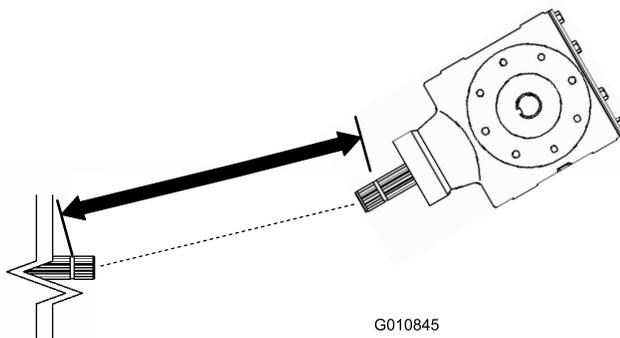
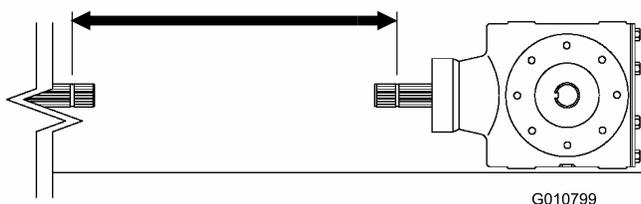
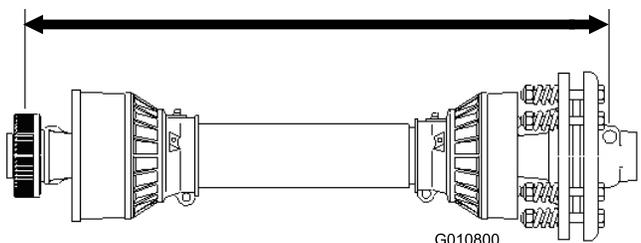

Figura 13
Figura 15
Figura 16
3. Misurate la distanza tra la scanalatura di bloccaggio sull'estremità dell'albero della presa di forza dell'unità motrice e la scanalatura di bloccaggio sull'albero della presa di forza della trasmissione dell'arieggiatore (Figura 13). Annotate questa distanza. Esempio: 67 cm.
- Misurate la distanza tra la scanalatura di bloccaggio sull'estremità dell'albero della presa di forza dell'unità motrice e la scanalatura di bloccaggio sull'albero della presa di forza della trasmissione dell'arieggiatore (Figura 15). Annotate questa distanza. Esempio: 70 cm.
- Sull'albero della presa di forza misurate la distanza tra il centro della sfera del perno di bloccaggio su un lato, e il centro del perno di bloccaggio sull'altro lato (Figura 16). Annotate questa distanza. Esempio: 81 cm.
- Scegliete la minore delle due misure indicate nella Figura 15 e nella Figura 13 e sottraetela dalla distanza indicata nella Figura 16. Esempio: 81 cm meno 67 cm uguale 14 cm.